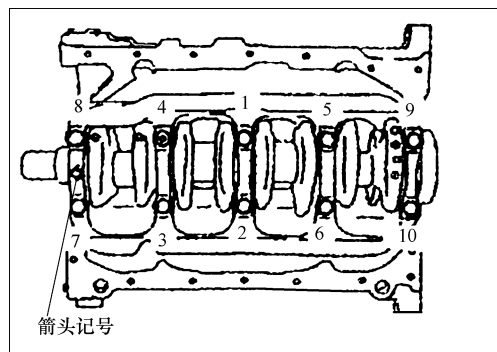

图 2-146 主轴承盖螺栓拧紧顺序
- ③ 对螺栓的螺纹部分和座面涂机油。
- ④ 按照图 2-146 所示的规定顺序，用 $25\text{N} \cdot \text{m}$ 的力矩拧紧主轴承盖螺栓。